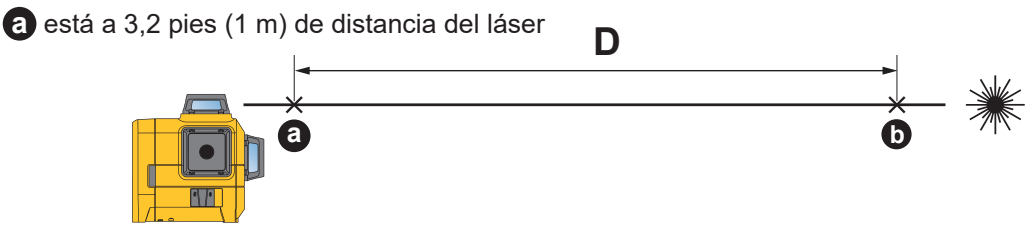

ilustración 1
- 3. Una vez que se identifique "D" según la ilustración 1, gire el láser 90 grados horizontalmente como se muestra a continuación.